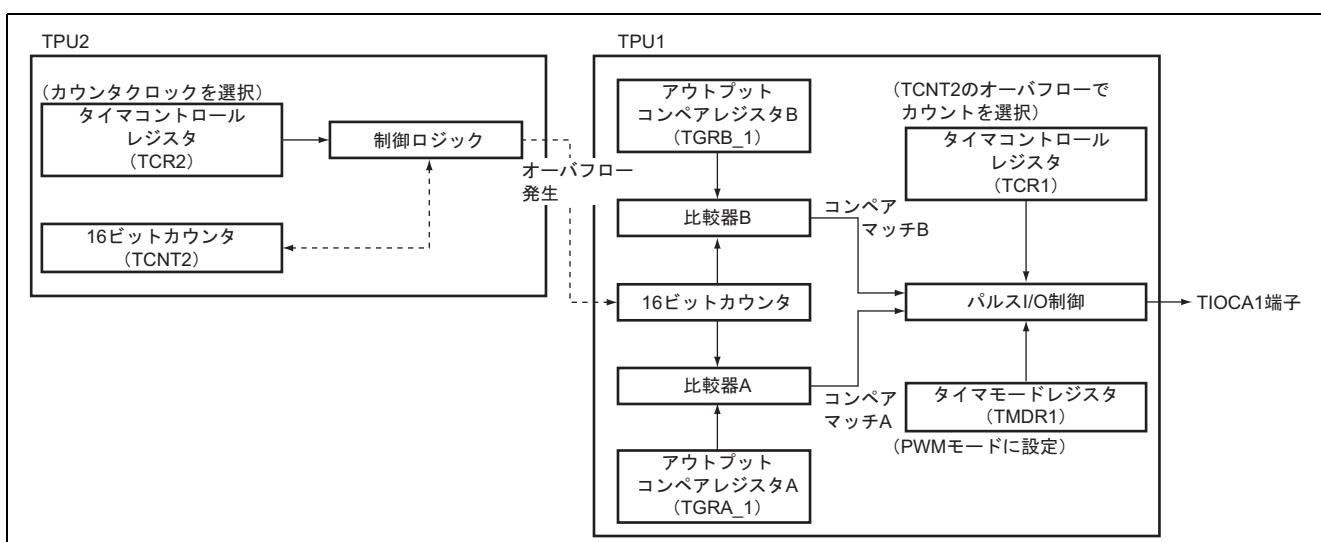

図 2 長周期パルス出力ブロック図
- (1) 本タスク例では TPU1 と TPU2 の 16 ビットカウンタを接続して 32 ビットカウンタ動作を行い、TPU1 から長周期パルスを出力します。図 2 に本タスク例で使用する TPU のブロック図を示します。